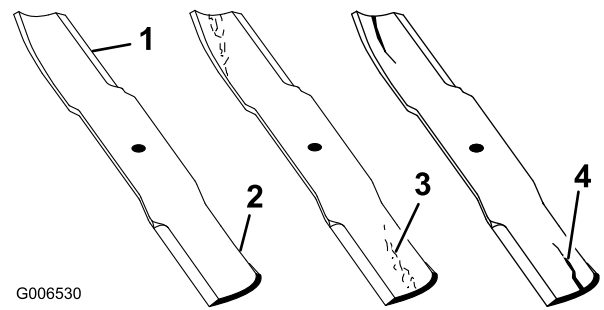

Figure 92
1. Examinez le tranchant des lames (Figure 92). Si les lames coupent mal ou présentent des indentations, déposez-les et aiguissez-les (voir Aiguisage des lames).
2. Inspectez les lames, surtout la partie relevée (Figure 92). Remplacez immédiatement toute lame endommagée, usée ou qui présente une entaille (Figure 92).